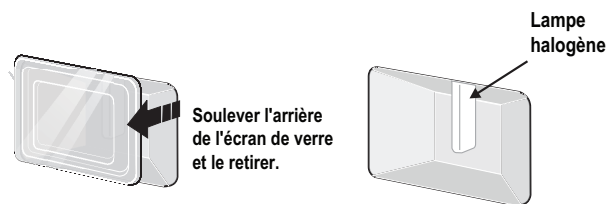

Figure 31 : Bouclier thermique et ampoule
2. Pour retirer le bouclier thermique de la lampe, le soulever de l'arrière vers l'intérieur du four de manière à le tirer du côté four. Le bouclier thermique devrait sortir facilement en poussant un peu vers l'avant des parois du four (Figure 31).